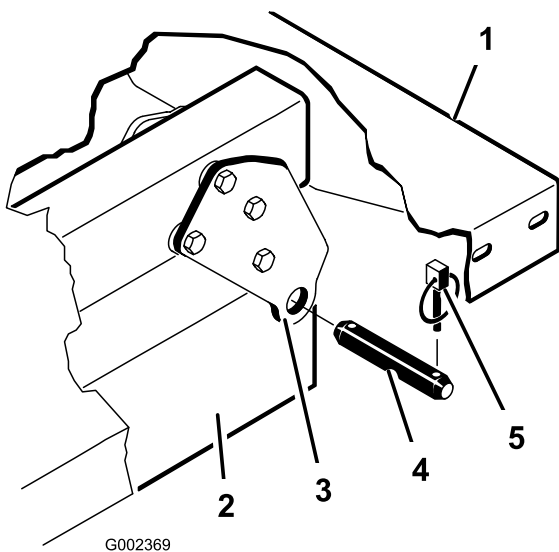

図4
6. ピボットブラケットをフレームに固定しているリンチピンとクレビスピンを外す(図4)。